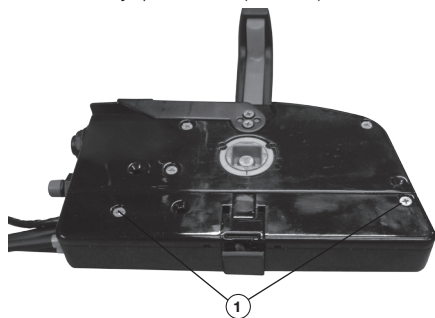

Рис. 10 Снятие нижней крышки блока дистанционного управления
1. Открутите два винта крепления и снимите нижнюю крышку блока дистанционного управления (Рис. 10).